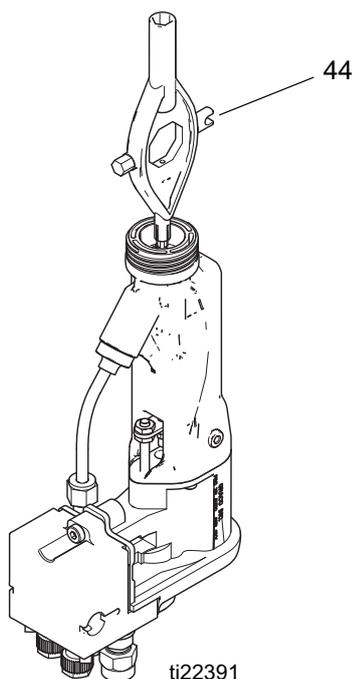

FIG. 29. Elektrode ersetzen
3. Die Elektrode (3) mit dem Multifunktionswerkzeug (44) abschrauben. FIGURE 29.